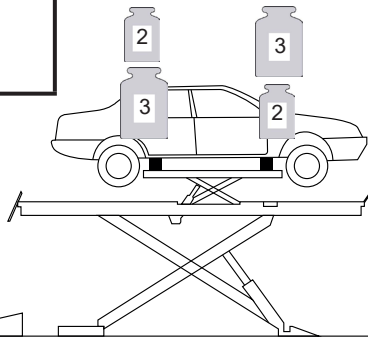

Fig.2b
- 2:3 o 3:2 (reversibile) (vedi Fig.2b)
- 2:3 o 3:2 (reversible) (vedi Fig.2b)